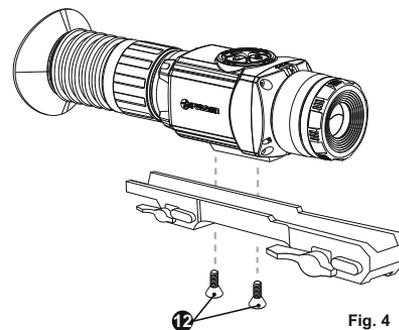

Fig. 4
- Con los tornillos (12) y la llave hexagonal S4 junte el montaje a la base del visor (Fig. 4).